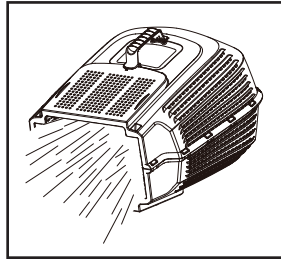

Fig. 10
1. Para sacar el depósito de hierba (14), levante el protector del deflector (13) y separe el depósito de hierba (Fig. 10).